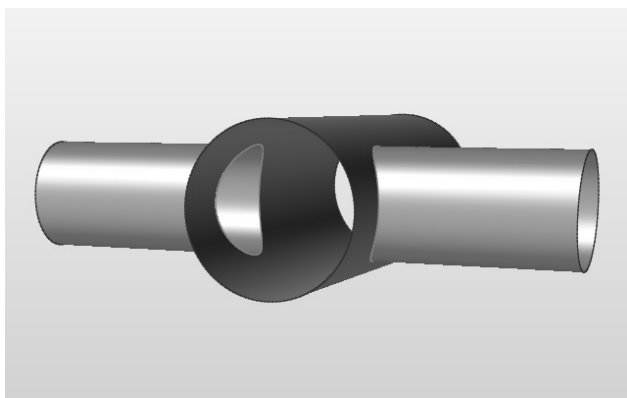

图 14-20
9) 使用同样的步骤删除管子的其他 3 个端面, 以及所有内表面。该模型应如图 14-20 所示。